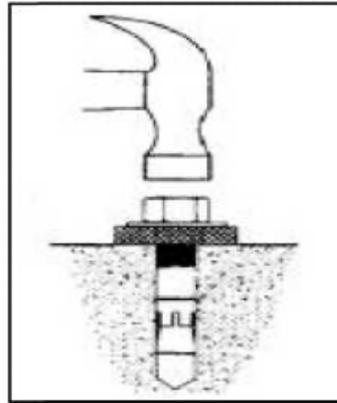

Figura 21
- Usar o martelo para fixar os parafusos no buraco **(Figura 21)**